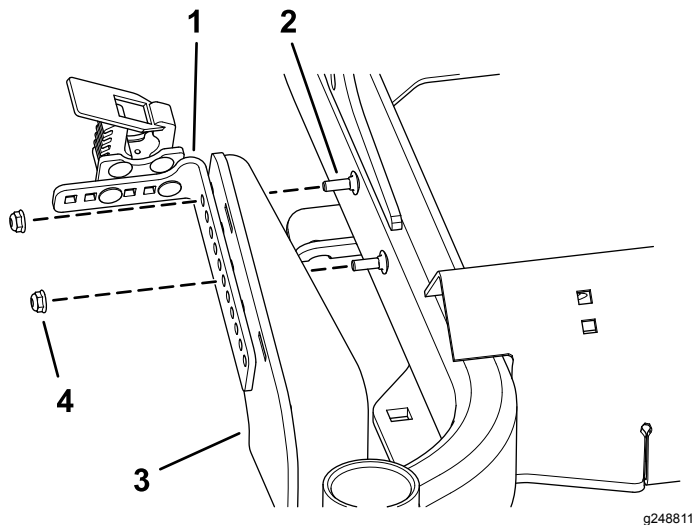

Figura 8
2. Sujete el soporte de montaje de la desbrozadora al soporte inferior de la desbrozadora usando 2 pernos de cuello cuadrado ( $\frac{1}{4}$ " x  $\frac{3}{4}$ " ) y 2 tuercas con arandela prensada ( $\frac{1}{4}$ " ), como se muestra en la Figura 8.